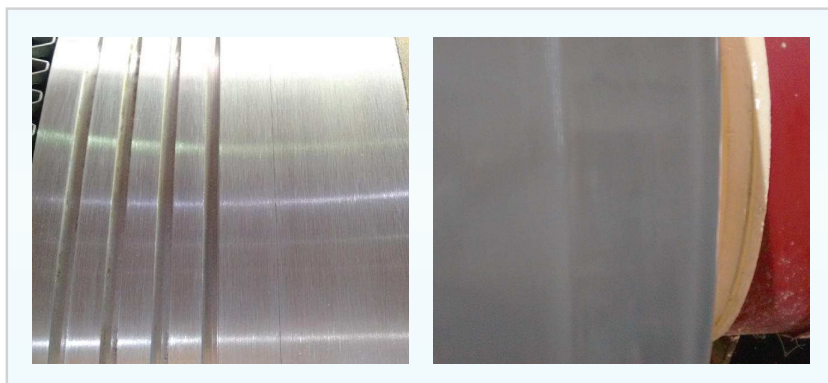

Figura 8: Fixação por cola.
- **Cola:** aplicação de cola sobre a tela em regiões ranhuradas, localizadas na superfície próxima da borda do filtro, conforme mostra a figura 8;